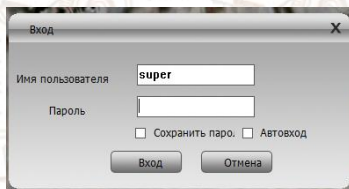

Рис.5 Окно авторизации
- Будет предложено авторизоваться (Рис.5). По умолчанию пользователь: “admin”, пароль оставить пустым